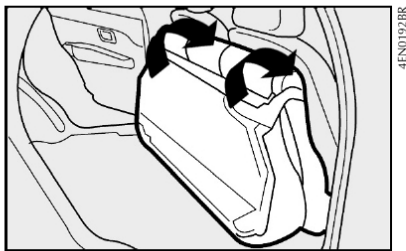

fig. 64
4) Rebater para a frente o encosto, passando os cintos pelos lados, até que este se apoie sobre o assento traseiro **fig. 64**.